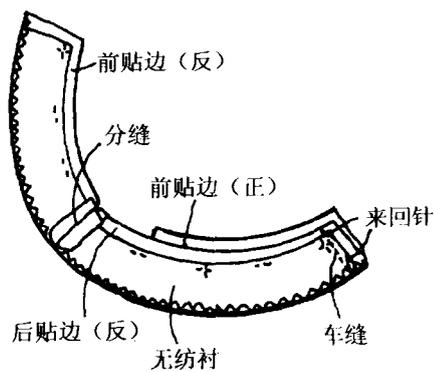

图 1-7
7. 缝合腰口贴边。将腰口前后贴边正面相对，顺侧缝车缝，然后将缝份分缝烫平。见图 1-7。